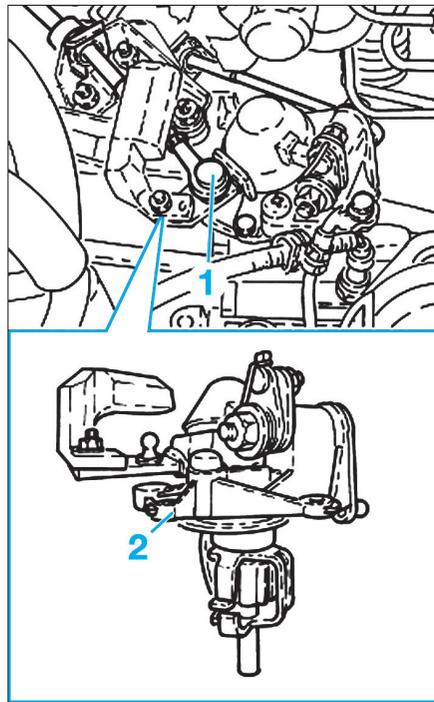

Fig. 13
- Déposer les câbles de sélection du mécanisme (1) (Fig.13).
- Déposer les vis du mécanisme de passage et de sélection des vitesses (2).